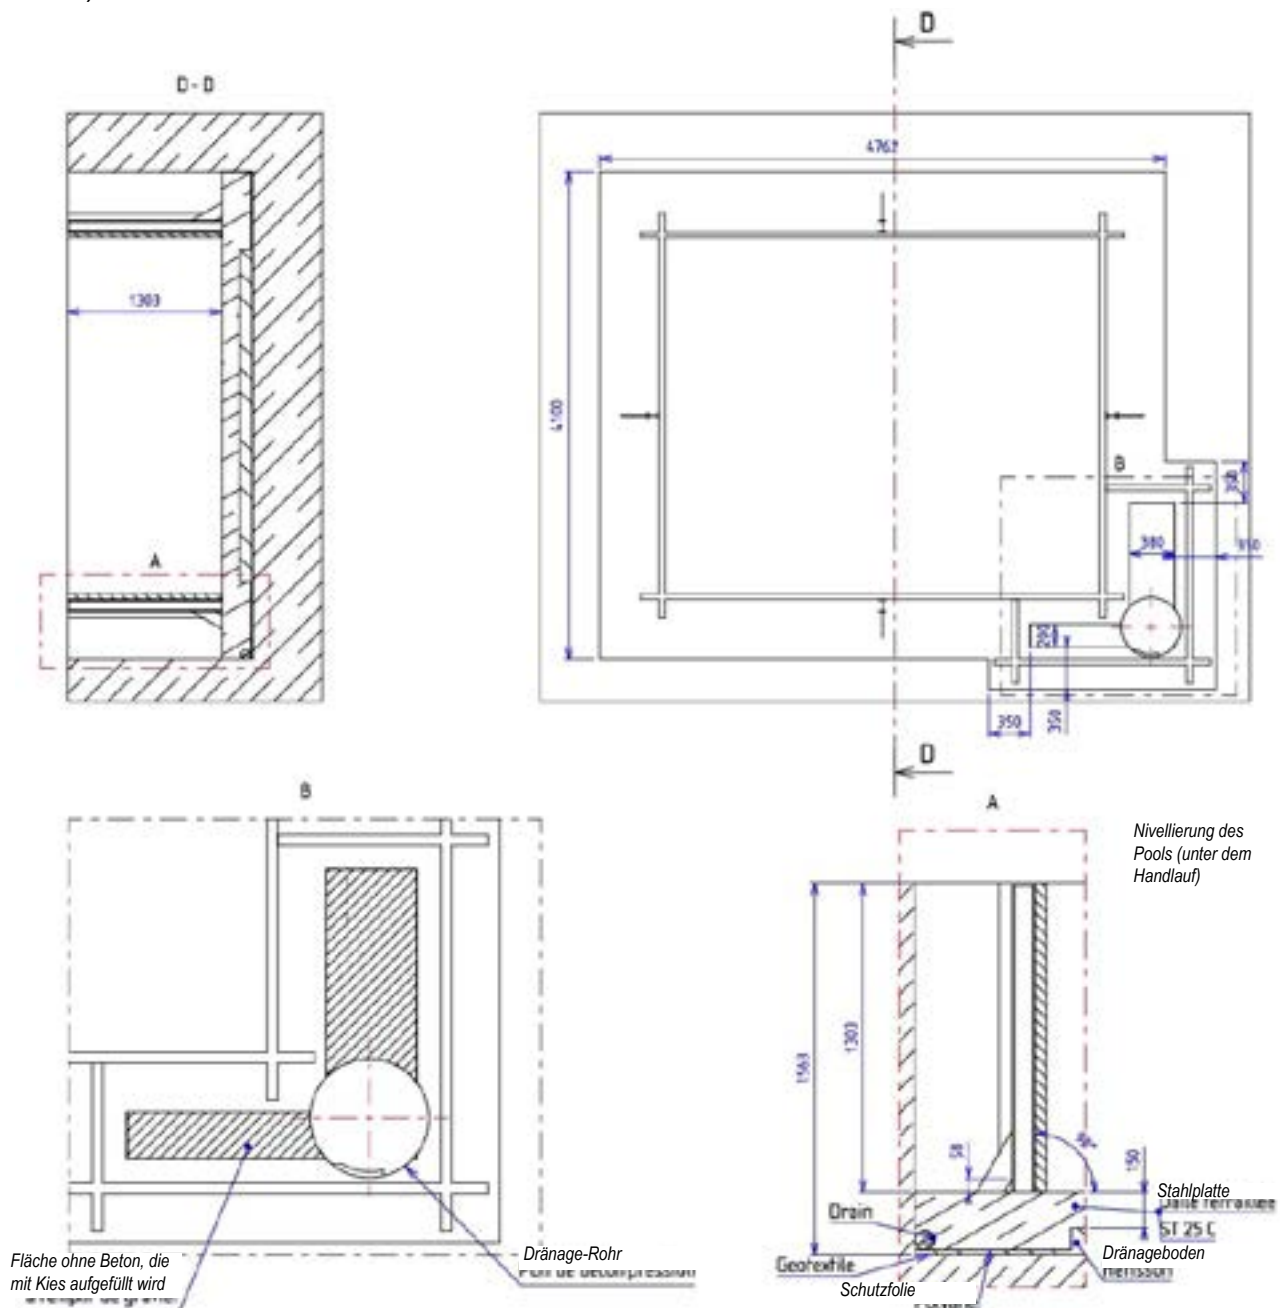

Abbildung 5 – Merkmale der Betonplatte
**TIPP:** Sie können die Streben verwenden, um die Höhe der fertigen Betonplatte zu materialisieren. Zur Nivellierung des Pools 0 als Niveau nehmen, (unter den Holzteilen des Handlaufs, siehe *Abbildung 5.*), 1,303 m abmessen und an dieser Kante des Strebens einen Strich ziehen. Dieser Strich wird der endliche Wert der Betonplatte sein.
Die Eigenschaften der Betonplatte werden in *Abbildung 5* angegeben. Die Abmessungen der Betonplatte sind derart, dass die Holzleiter, die sich außen am Becken befindet, nicht auf der Betonplatte steht. Wir empfehlen Ihnen jedoch, falls möglich, diese auf einen festen Untergrund zu stellen (z.B. Betonplatte oder -ständer).
Wenn Sie die Betonplatte auf den Grabenboden gießen, stellen Sie sicher, dass der obere Teil der Bewehrung ganz in Beton gegossen wird: die Betonschicht über der Bewehrung muss mindestens 3 cm betragen. Schauen Sie auf **Abbildung 5** um die Tiefe der zu gießenden Betonplatte zu bestimmen: sie muss eine Dicke von 150 mm aufweisen und so sein, dass die Höhe zwischen der Plattenoberfläche und dem oberen Ende der Baugrube 1303 mm beträgt, wenn Sie den Pool einlassen möchten.